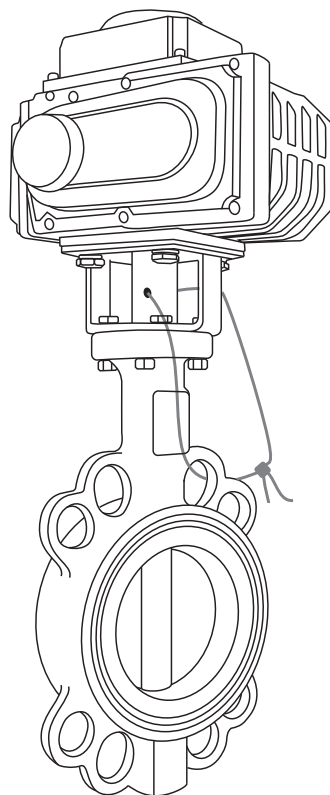

Рис. 6 -Опломбированный затвор с электроприводом
7. По отдельному запросу возможно исполнение электрического привода в комплекте с муфтой, в которой предусмотрено отверстие для опломбирования затвора с приводом. Для опломбировки проденьте проволоку через отверстие в муфте и центрирующую проушину, затем зафиксируйте проволоку и пломбу (рис.6).